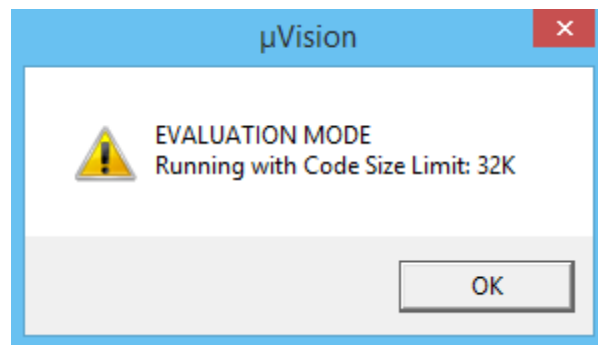

Рисунок 2.11 – Попередження про обмеження за розміром файлу
9. Для відлагодження програми виберемо *Debug->Start/Stop Debug Session* (Ctrl+F5). Оскільки ми використовуємо безкоштовну версію *MDK-Lite*, на екрані монітора з'явиться попередження (рисунок 2.11). Натиснемо OK і отримаємо можливість з комп'ютера керувати програмою, що міститься в МК.